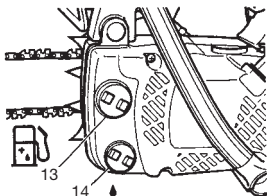

Fig. 8
⚠ ATTENTION! (Fig. 8)
Huile de chaîne (Fig. 8)
Lorsqu'on remplit les réservoirs soit avec du carburant (13), soit avec de l'huile de chaîne (14), placer la machine sur le côté avec les bouchons orientés vers le haut (Fig. 8).